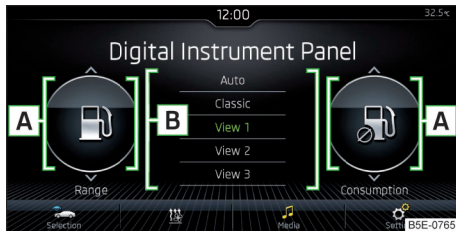

Abb. 36
- ▶ In den Bereichen **A** » Abb. 36 die gewünschten zusätzlichen Informationen durch eine Fingerbewegung senkrecht über das Display wählen.